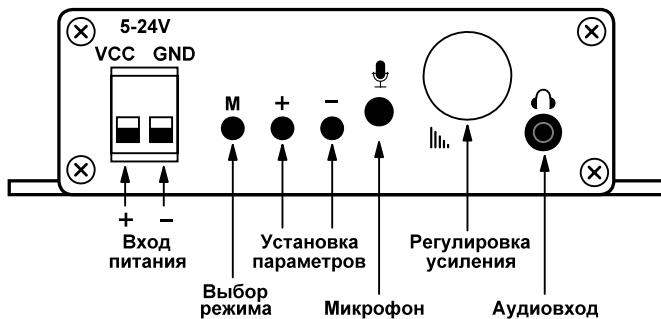

Рис.2. Органы подключения и управления
- 3.4. Подключите ко входу питания (Рис.2) провода от блока питания с выходным напряжением DC 5-24В. Соблюдайте полярность. Для питания контроллера может использоваться как отдельный блок питания, так и блок питания, к которому подключена светодиодная лента. Клеммы GND входа питания и выхода являются общим проводом для питания и сигналов управления.